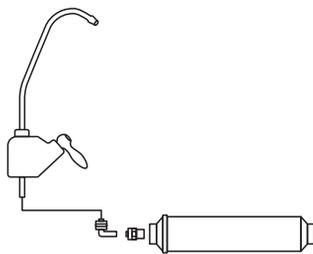

Рис. 35
5.9.7. Для модели terwa осмо 5 шланг от крана очищенной воды подключите к постфильтру согласно схеме модели (В - подача очищенной воды в питьевой кран) (Рис. 35).